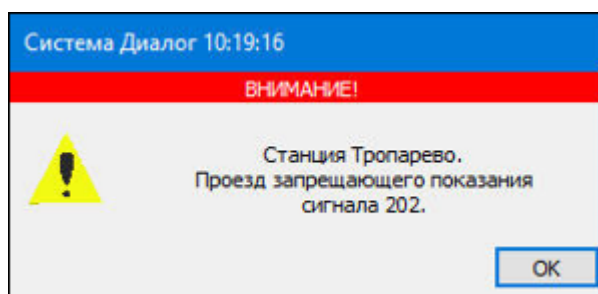

Рис. 3.48 Сообщение о проезде запрещающего показания светофора
3. При потере контроля ТС на станции (Рис. 3.48).